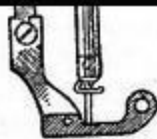

Рис. 9
ните фронтную крышку 2 (рис. 4), опустите лапку на шпульную пластинку, освободите винт 4 (рис. 9), поверните лапку со стержнем в нужное положение и надежно закрепите винт. При установке лапки следите за тем, чтобы игла не касалась ее основания.
10.9. Рычаг 10 (рис. 9) предназначен для автоматического устранения зажима нити между шайбами регулятора натяжения при подъеме нажимной лапки. Необходимое положение рычага устанавливается кронштейном 2.